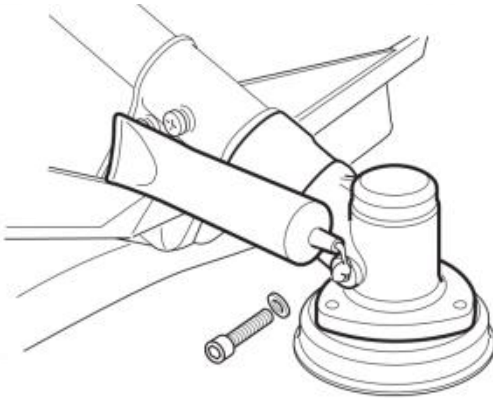

Fig. 68
2. Geeignetes Schmiermittel hinzufügen (Abb. 68).